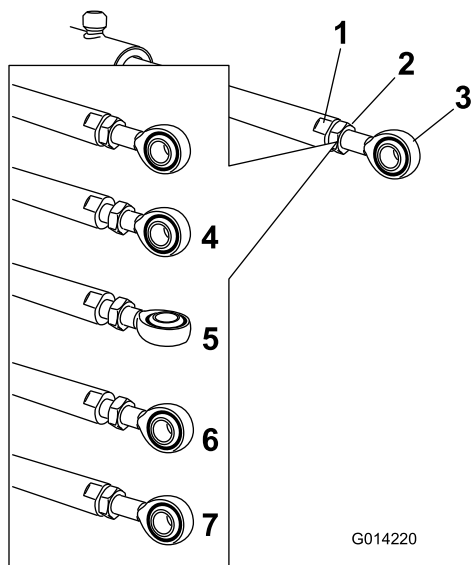

Figura 14
5. Utilizzate una chiave sui lati piatti dell'asta dell'attuatore per fermarla e allentate quindi il controdado per manipolare l'asta dell'occhiello (Figura 14).
6. Girate l'asta dell'occhiello nell'asta dell'attuatore per accorciare o allungare l'attuatore esteso nella posizione desiderata (Figura 14).